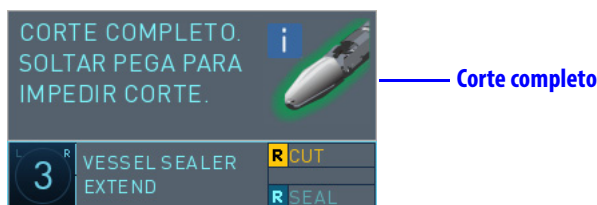

Figura 2.12 Corte do Vessel Sealer Extend ativado e corte concluído
3. Pressione e libere o pedal amarelo associado uma segunda vez para cortar o tecido. Quando a lâmina de corte é ativada, **não é possível pará-la**. É necessário cerca de 0,5 segundo para completar o corte. O sistema da Vinci emitirá um sinal sonoro e uma mensagem aparecerá (na parte inferior do visualizador 3D), indicando que o corte está completo (Figura 2.12). Note que o braço de instrumentos permanece travado e não moverá após o corte até que o controle manual seja liberado.